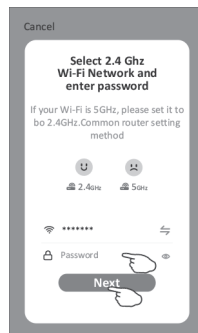

Рис. 13.
7. Введите ваш адрес электронной почты и пароль (рис. 13)